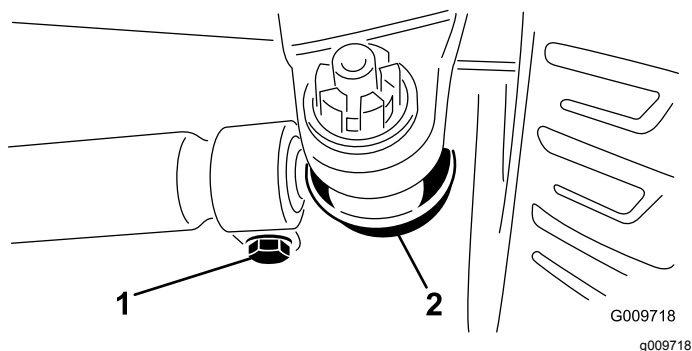

Figure 71
2. Pour le régler, retirez la goupille fendue et l'écrou de l'une des rotules de biellette (Figure 71) et déposez la rotule du support de carter de pont.
3. Desserrez les fixations aux deux extrémités des biellettes (Figure 71).
4. Faites pivoter la rotule déposée d'un (1) tour complet vers l'intérieur ou l'extérieur et serrez le collier à l'extrémité libre de la biellette.